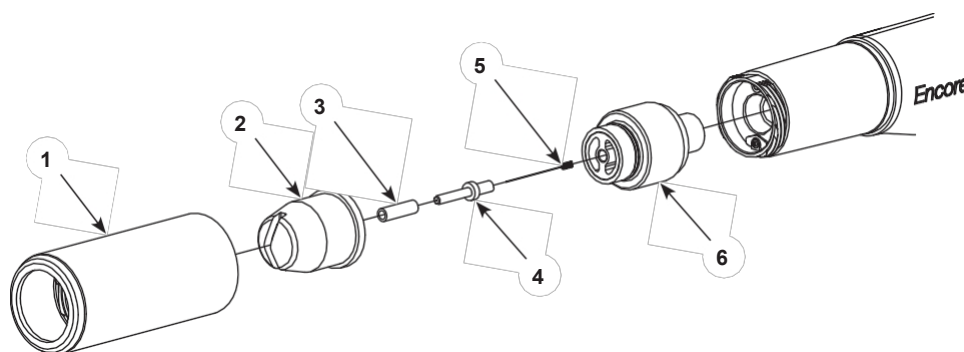

Рисунок 4-2 Очистка Плоские и угловые распылительные форсунки
1. См. рисунок 4-2. Открутите гайку форсунки (1) против часовой стрелки.
2. Снимите гайку (1) и сопло (2) с пистолета-распылителя. Снимите сопло с гайки и очистите оба сопла сжатым воздухом под низким давлением и чистыми салфетками. Замените, если они изношены или повреждены.
4. Осмотрите изнашиваемую втулку (3) и держатель электрода (4). Если они изношены или повреждены, замените их комплектом держателей электродов для плоского распыления.
- а. Отвинтите держатель электрода и втулку от узла опоры электрода (6).
- а. Установите новую втулку (3) на новый держатель электрода (4).
- б. Установите электрод (5) в новый держатель, затем вкрутите держатель в узел опоры электрода (6).
6. Установите сопло (2) на опору электрода (6), затем закрутите гайку сопла (1) на корпусе пистолета-распылителя по часовой стрелке до затяжки пальцами.